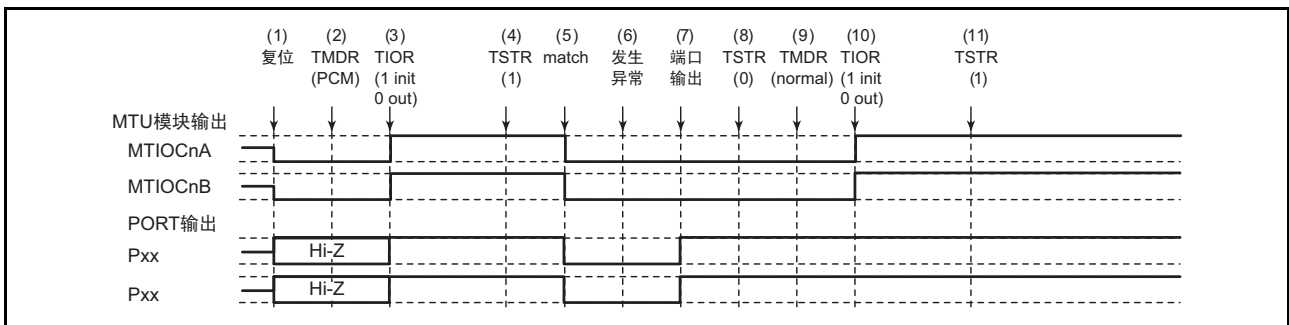

图 16.157 在相位计数模式中发生异常并且在正常模式中恢复的情况
在相位计数模式中发生异常并且重新设定后在正常模式中重新开始时的说明图如图 16.157 所示。
- (1) ~ (8) 和图 16.157 通用。
- (9) 设定 PWM 模式 1。
- (10) 必须通过 TIOR 寄存器对引脚进行初始化 (在 PWM 模式 1 中不将波形输出到 MTIOCnB (MTIOCnD) 引脚。如果有应该输出的电平, 必须通过 I/O 端口的数据方向寄存器 (DDR) 和数据寄存器 (DR) 设定通用输出端口)。
- (11) 通过 TSTR 寄存器重新开始。
(19) 在相位计数模式的运行过程中发生异常并且在 PWM 模式 2 中重新开始时的运行
- (9) 设定 PWM 模式 2。
- (10) 必须通过 TIOR 寄存器对引脚进行初始化 (在 PWM 模式 2 中不将波形输出到周期寄存器的引脚。如果有应该输出的电平, 必须通过 I/O 端口的数据方向寄存器 (DDR) 和数据寄存器 (DR) 设定通用输出端口)。
(20) 在相位计数模式的运行过程中发生异常并且在相位计数模式中重新开始时的运行
- (9) 在相位计数模式重新开始的情况下不需要此步骤。
- (10) 必须通过 TIOR 寄存器对引脚进行初始化。
- (11) 通过 TSTRA 寄存器重新开始。
(21) 在互补 PWM 模式的运行过程中发生异常并且在正常模式中重新开始时的运行